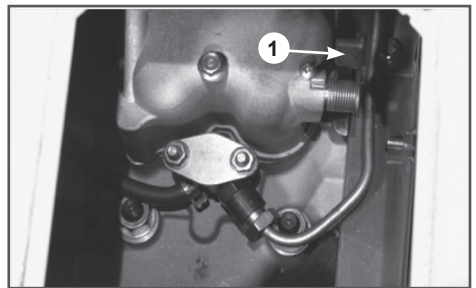

Рис. 13 Рычаг декомпрессора
8. Нажмите вниз рычаг декомпрессора (Рис. 13 п. 1) и, при нажатом вниз рычаге декомпрессора, прокручивайте двигатель электростартером, до тех пор, пока из ослабленного соединения штуцера насоса и трубки высокого давления топливо не начнет выходить без пузырьков воздуха. При возникновении трудностей выполните данную операцию с помощником.